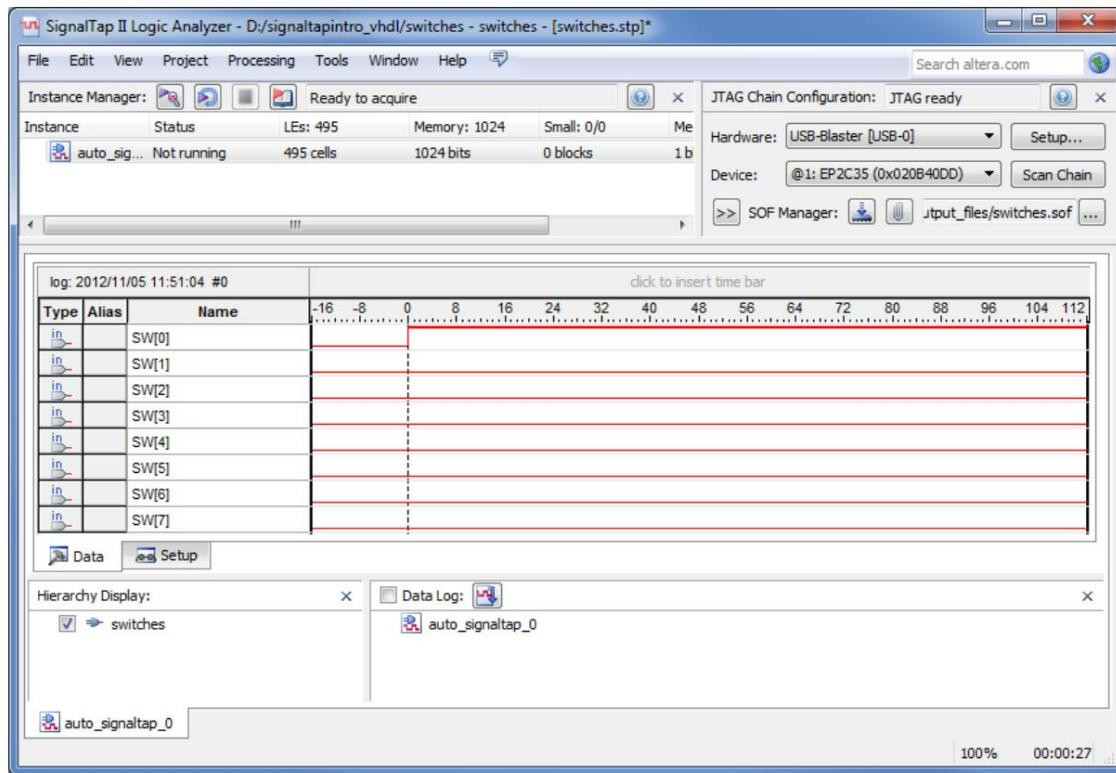

Figure 13. Affichage graphique des valeurs une fois la condition de déclenchement remplie.
- Pour observer la fonction de déclenchement de l'analyseur logique, réglez le commutateur 0 de la carte série DE sur « haut ». La fenêtre de données de SignalTap II devrait afficher l'image de la figure 13. Notez que cette fenêtre affiche les niveaux de données des 8 nœuds exploités avant et après la condition de déclenchement. Pour cela, activez l'un des commutateurs 0 à 7, puis cliquez à nouveau sur « Exécuter l'analyse ». Lorsque le commutateur 0 est à nouveau sur « haut », les valeurs des commutateurs s'affichent sur l'analyseur logique SignalTap II.